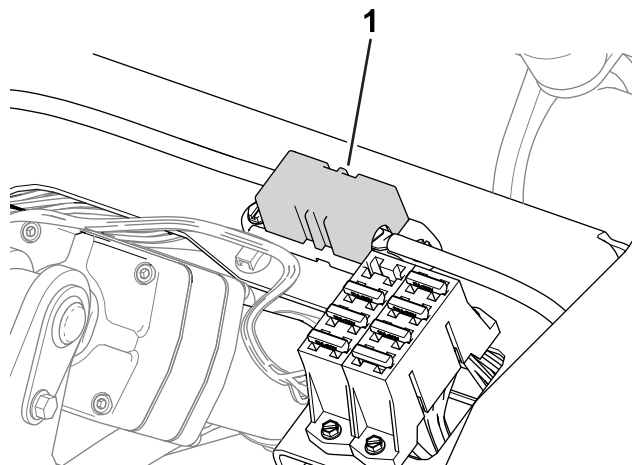

図 52
- 右ホイールモータのヒューズ60 Aは座席下にありません 図 52。